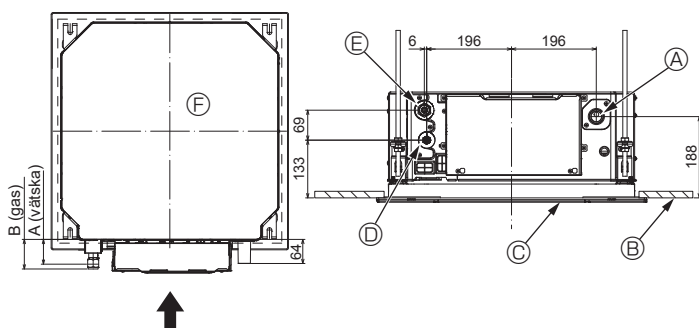

Fig. 5-7
5.4. Placering av köldmedels- och kondensvattenrör (Fig. 5-7)